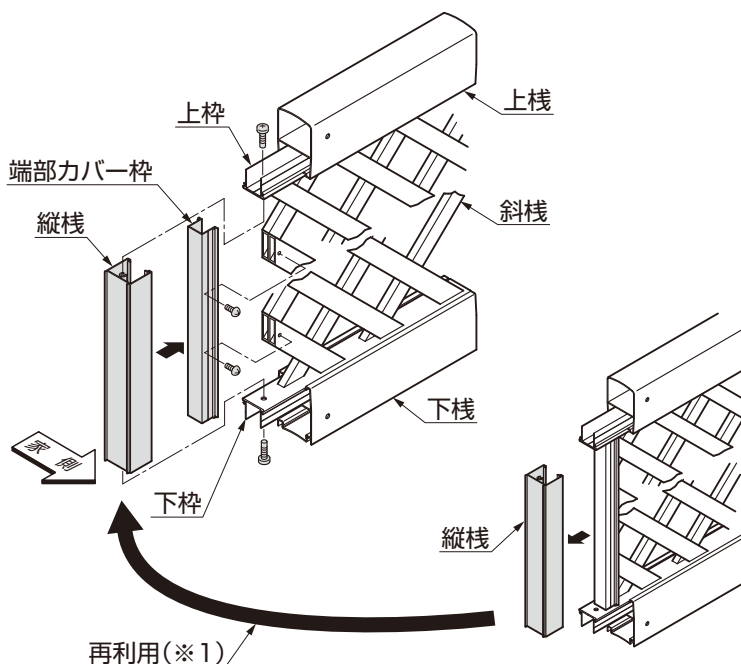

図3-3 切詰めた余りの本体
- ①上・下棧、上・下枠を、切詰めの長さ分切断してください。
- ②切詰めた本体の横棧の切断および、上・下棧の孔加工を行なってください。（「1. 本体の切断」、「2. 本体の孔加工」参照）
- ③切詰めた余りの本体から、縦棧を外してください。（図3-3参照）縦棧と縦棧取付ネジは再利用してください。（※1）
- ④以降の取付手順は、「3-3 ライシス11型の場合」と同様に行なってください。